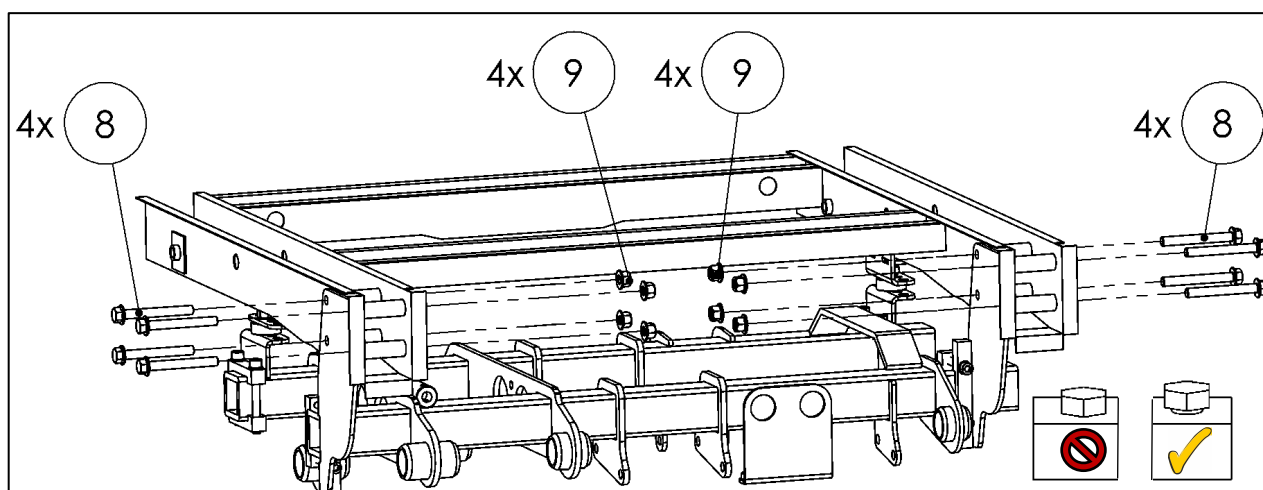

Abbildung 32
- Hubwerk anheben und Schrauben aus dem **Montageadaptersatz Art.-Nr. 22 911 216**, in Fahrtrichtung hinten einsetzen und handfest anziehen, wie in der Abbildung 32 gezeigt.